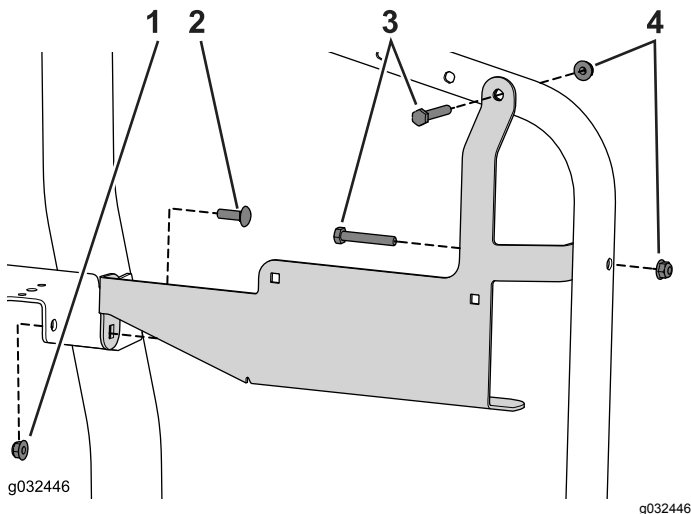

図 30
1. キャリッジボルト5/16" x 1"3本とフランジナット3個を使って、ブラケットをフレームに固定する図 30。